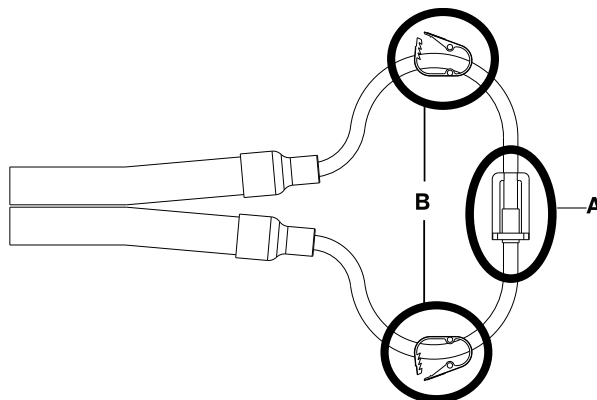

Figure 2-27 : Les extrémités de tuyau Clik-Tite sont fermées et les pinces sont ouvertes
- b. S'il s'agit de tuyaux **Clik-Tite**, veiller à ce que les extrémités connecteur soient branchées et fermées (A) et les pinces ouvertes (B). Réaliser cette démarche pour les trois tuyaux. Figure 2-27 à la page 2-45